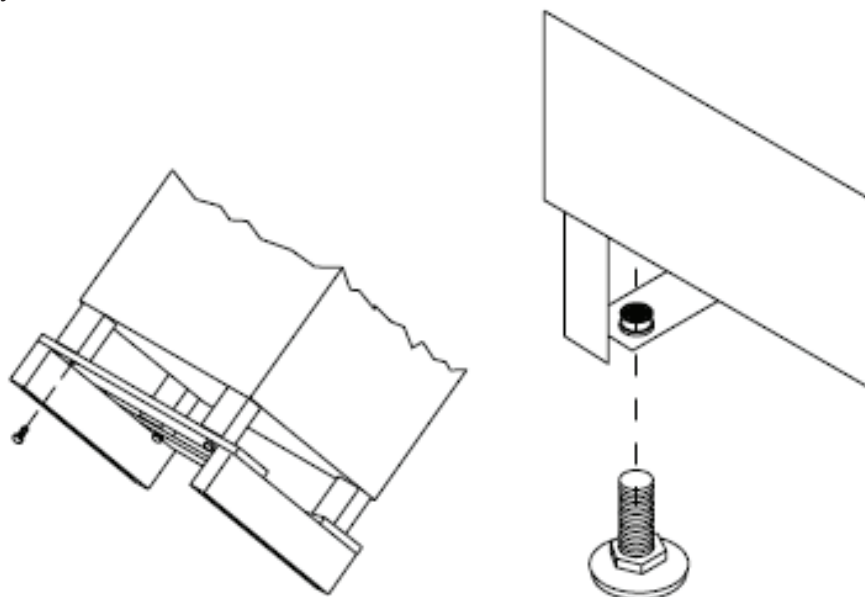

Рисунок 2.9
Далее необходимо завинтить ножки автомата (см.рис.2.9.) в отверстия на дне автомата и отрегулировать их так, чтобы автомат имел отклонение от вертикали не более 2 градусов (проверяется с помощью уровня).
- Открутить винты, с помощью которых автомат прикручен к паллете (M10) (см.рис.2.9).
- Удалите паллет и на место вывинченных винтов вкрутите ножки автомата (см.рис.2.9).